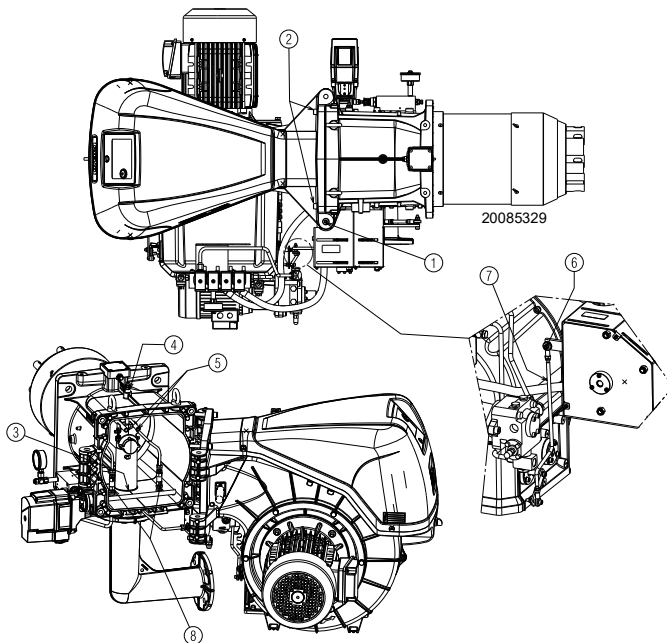

Fig. 14
Le brûleur sort de l'usine avec l'ouverture prévue sur la droite, maintenant ainsi le pivot 1)(Fig. 14) dans son logement.
- A** enlever la vis 6) en désolidarisant le tirant 7)(Fig. 14);
- D** ouvrir le brûleur totalement comme sur la Fig. 14;
Pour l'ouverture du brûleur du côté opposé, avant d'enlever le pivot 1)(Fig. 14), vérifier que les 4 vis 2) soient serrées. Puis déplacer le pivot 1) sur le côté opposé, seulement alors, il sera possible d'enlever les vis 2); puis procéder comme décrit au point **C**.